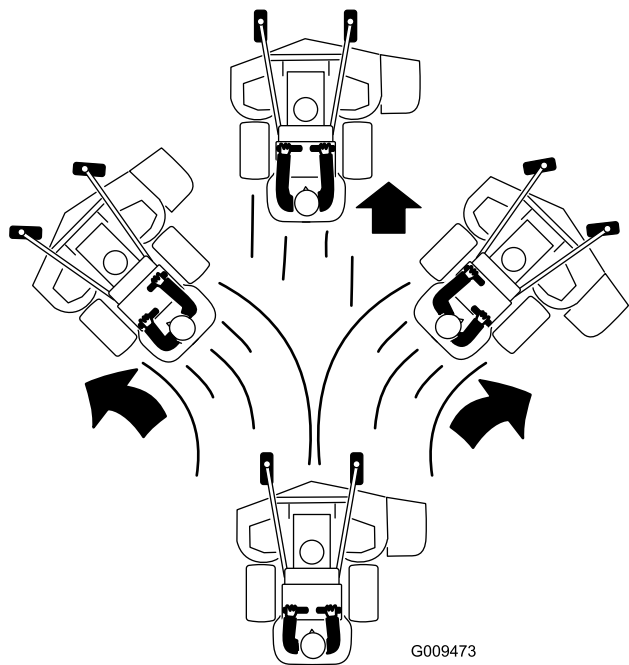

Figure 19
3. Poussez les leviers de commande de déplacement lentement en avant (Figure 19).